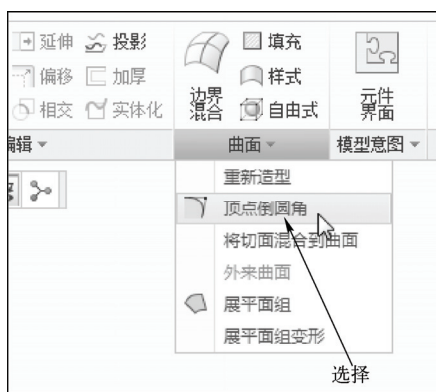

图 16-6 选择“顶点倒圆角”选项
STEP 05 单击“模型”选项卡中“曲面”面板中“曲面”右侧的下拉按钮，在弹出的列表框中选择“顶点倒圆角”选项，如图 16-6 所示。